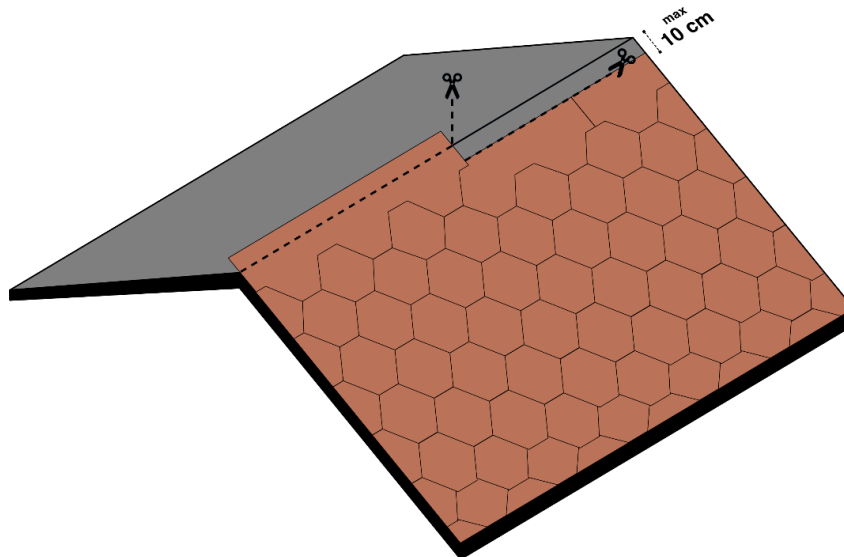

Fig. 18 - Installazione delle tegole al colmo
- Ripetere la procedura di posa delle tegole canadesi per file, fino alla completa copertura delle falde, lasciando gli ultimi cm di membrana bituminosa esposta. Se necessario, tagliare la parte superiore dell'ultima fila di tegole, Fig. 18.